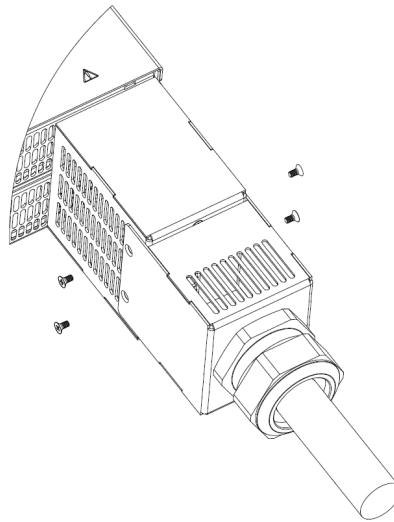
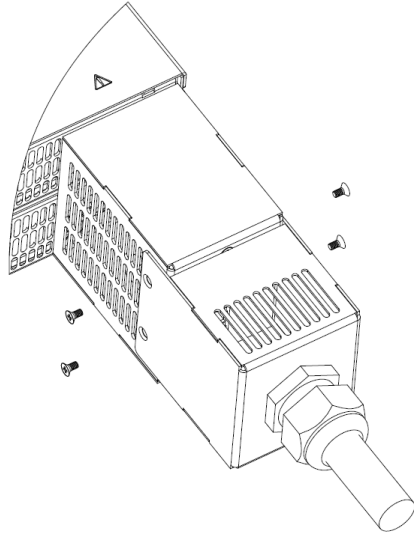
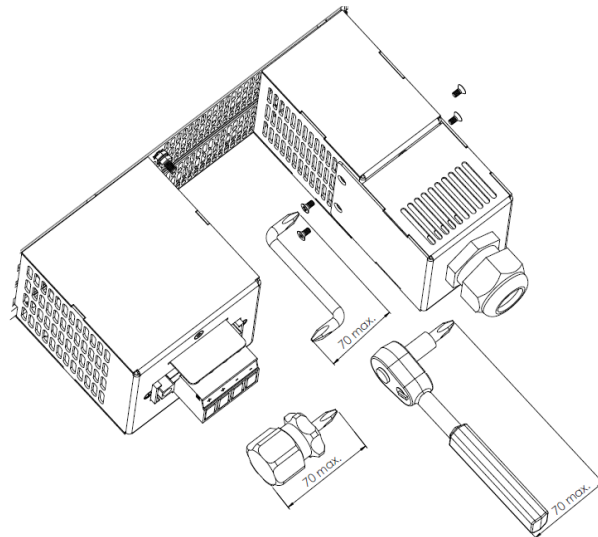

图 4-37: 应力消除装置安装到三相 208 电源后面板
图 4-38：应力消除装置安装到三相 400/480 电源后面板
图 4-39：应力消除组件最大工具长度
8. 使用配件盒中提供的 4 个 M3x8 平头螺钉固定应力消除组件，对于三相 208，请参见图 4-37。对于三相 400/480，请参见图 4-38（所示为 10kW，也适用于 15kW）。使用短螺丝刀、Z 形十字螺丝刀或十字棘轮，如图 4-39 所示（尺寸单位为 mm）。请记住将交流输入连接器插入电源。